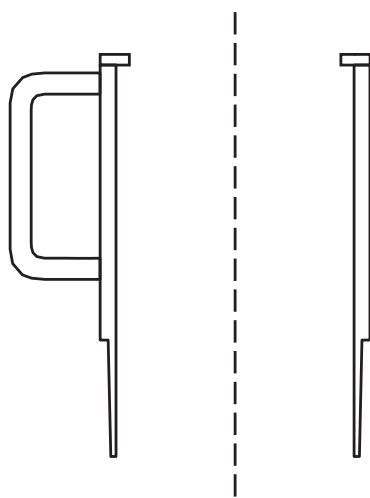

Abb. 2
– Einlasshalterung (-sicherung) [Abb. 2]